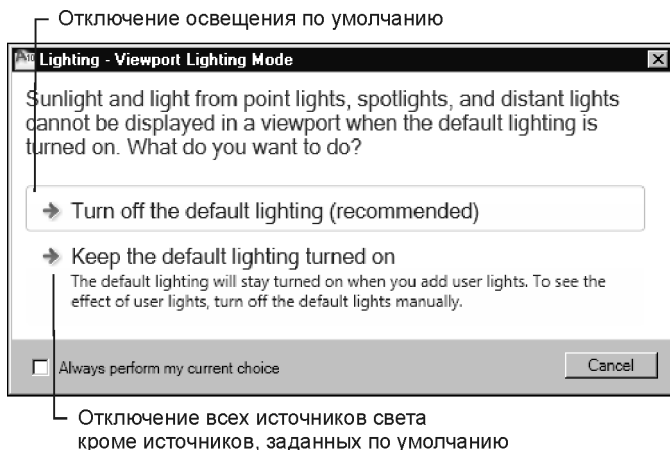

Рис. 13.12. Диалоговое окно **Viewport Lighting Mode**
2. Щелкните на ней кнопку  **Sun Status** (Положение солнца), чтобы включить солнечное освещение. Появится диалоговое окно **Lighting — Viewport Lighting Mode** (Освещение — Режим освещения видового экрана) (рис. 13.12), в котором щелкните на первой строке, чтобы отключить имеющееся в рисунке освещение по умолчанию.